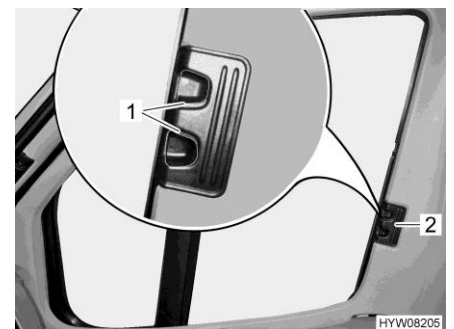

Fig. 25 Tendina oscurante pieghevole per il finestrino del conducente/passeggero
- Inserire fino all'arresto le tendine oscuranti pieghevoli per il finestrino del guidatore e del passeggero per la maniglia (Fig. 25,2).
- Fare innestare le maniglie di sbloccaggio (Fig. 25,1).